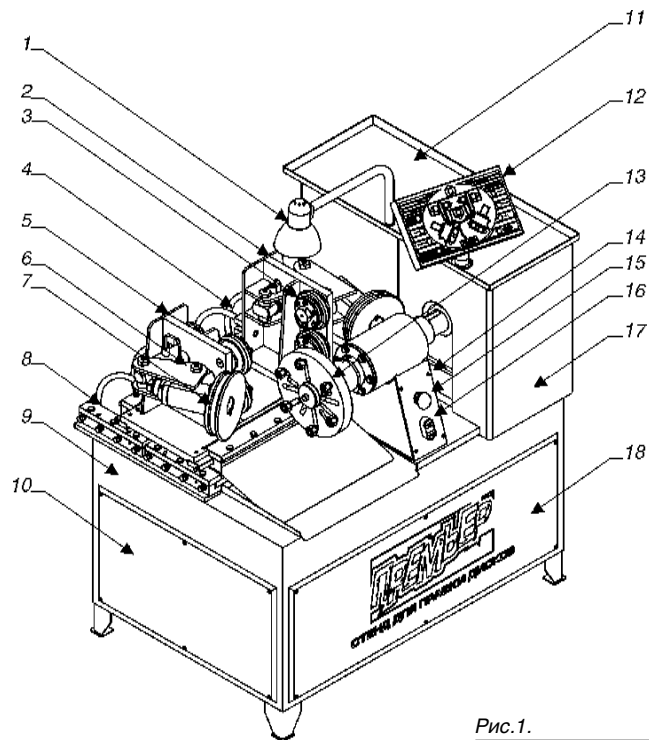

Рис.1.
- Внешний вид стенда для правки дисков «Премьер» приведен на *рис. 1*.